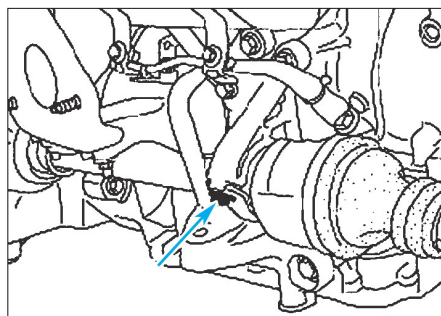

FIG. 3
- Pour la transmission droite, déposer la bride du palier de la transmission (Fig.3).